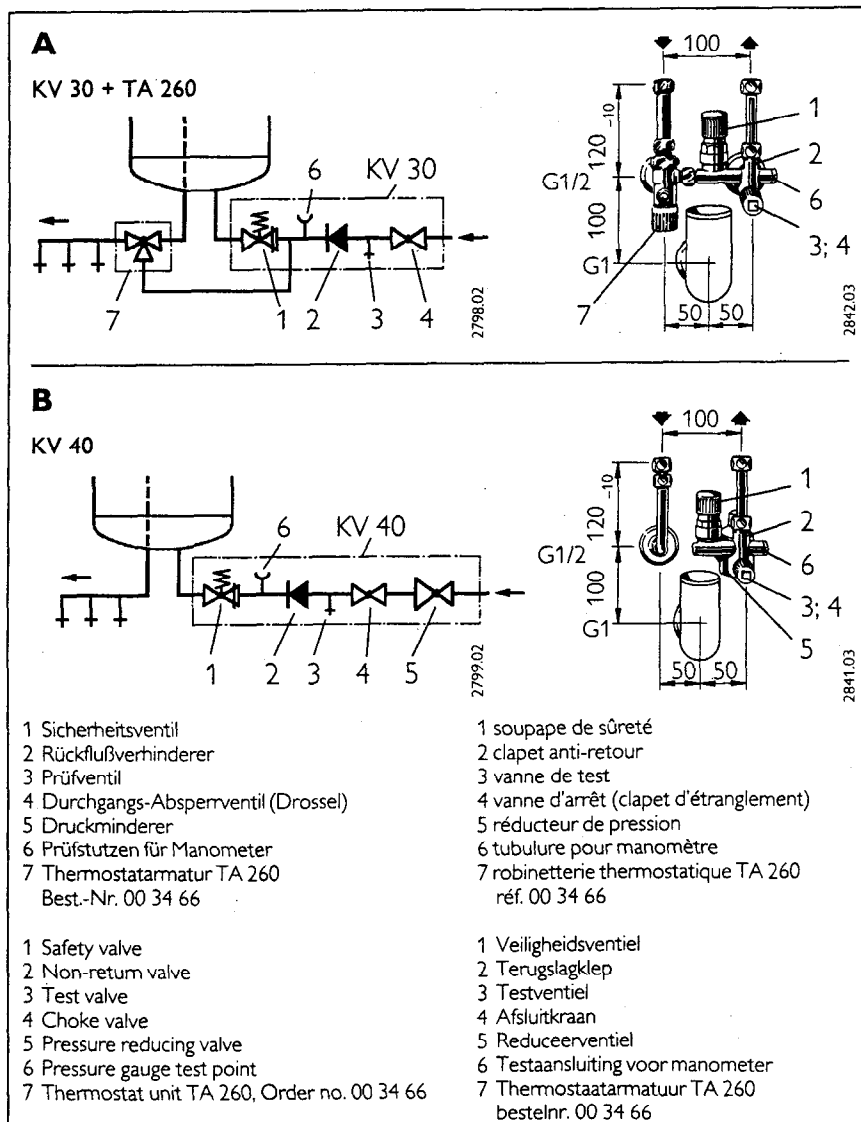

Abb. 9/ Fig. 9/ Afb. 9
- Installieren Sie die bauartgeprüften Sicherheitsgruppen KV 30, Best.-Nr. 00 08 26, bis 4,8 bar Wasserleitungsdruck (Abb. 9, A).
- KV 40, Best.-Nr. 00 08 28, bis 10 bar Wasserleitungsdruck (Abb. 9, B).
KV 30 réf. 00 08 26, pression de la conduite d'eau jusqu'à 4,8 bar (fig. 9, A)
KV 40 réf. 00 08 28, pression de la conduite d'eau jusqu'à 10 bar (fig. 9, B)
- Installeer de gekeurde veiligheidsgroepen KV 30, bestelnr. 00 08 26, tot 4,8 bar waterleidingdruk (afb. 9, A).
KV 40, bestelnr. 00 08 28, tot 10 bar waterleidingdruk (afb. 9, B).